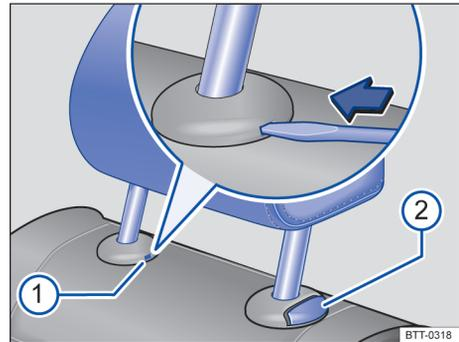

Fig. 44 Desmontaje de los apoyacabezas traseros.
- En caso necesario introduzca la punta plana del destornillador de las herramientas de a bordo en la ranura de la tapa ⇒ *fig. 44* ①, en el sentido de la flecha, y manténgala en esta posición.